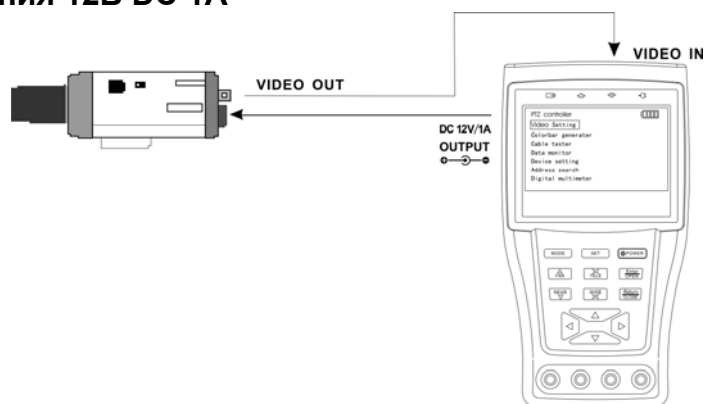

Рис. 3.15
- Подключите камеру с напряжением питания 12 вольт и с током потребления не более 1 ампера к выходу CCTV-тестера (Рис. 3.15).